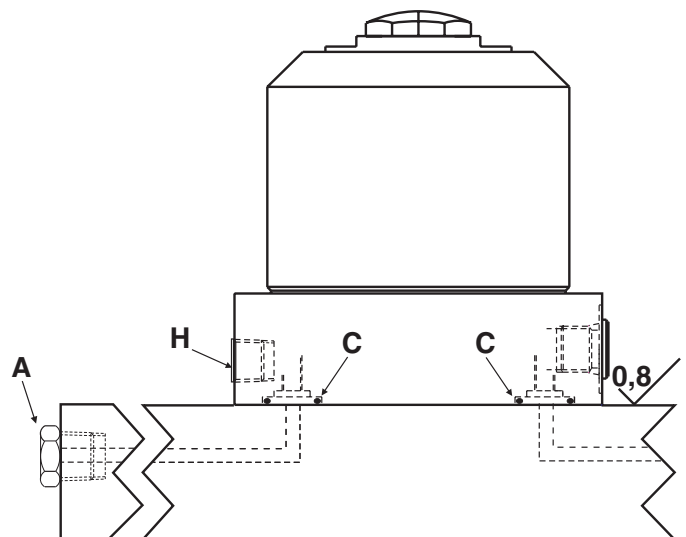

Figure 3 - Aération par l'orifice du bloc foré/raccordement hydraulique
3. Les branchements hydrauliques peuvent se faire sur l'orifice latéral ou sur celui du bloc foré. Si les branchements sont effectués sur l'orifice du bloc foré, le bouchon fileté et le joint en cuivre doivent d'abord être retirés de l'orifice (article D). Lubrifier légèrement le joint torique (article C) fourni et l'installer dans la noyure du pourtour de l'orifice avant de monter et de boulonner le support de travail (voir la figure 3). Veiller à ce que le joint torique ne soit ni pincé ni endommagé durant le montage car des fuites pourraient se produire. Pour s'assurer que le bloc foré ne présente pas de fuites, la tolérance de planéité de la surface de montage de la machine doit être de 0,08 mm (0.003 po) et une rugosité moyenne (R_a) de 0,8 μm (32 μpo) maximum.
2. L'aération peut également se faire par l'orifice optionnel du bloc foré (voir la figure 3).